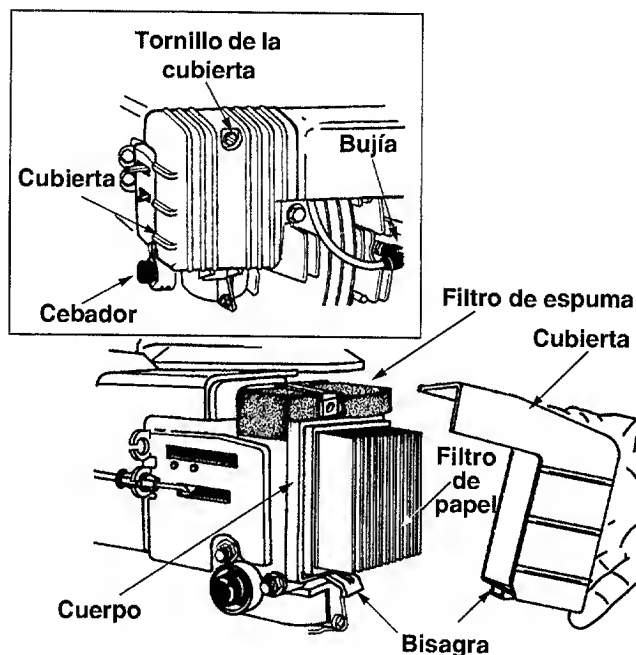

Figura 9
- Extraiga el tornillo de la cubierta y la cubierta, no separe el tornillo de la cubierta. Vea el recuadro de la Figura 9. Gire hacia abajo la cubierta para extraer de la bisagra. Vea la Figura 9.